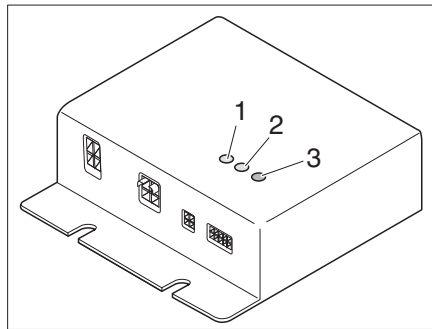

Fig. 303 Apparato di regolazione
L'apparecchio di regolazione (Fig. 303) è integrato nell'armadio guardaroba. Le spie di controllo sull'apparecchio di regolazione hanno il seguente significato:
- LED di controllo (Fig. 303,1) CR1 acceso in verde: il circuito di riscaldamento 1 è in funzione
- LED di controllo (Fig. 303,2) CR2 acceso in verde: il circuito di riscaldamento 2 è in funzione
- LED di segnalazione errori (Fig. 303,3)